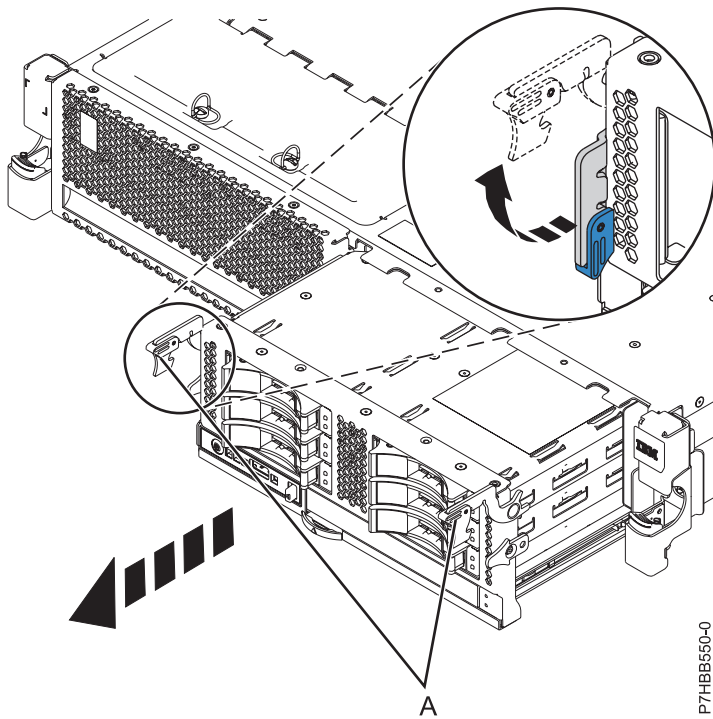
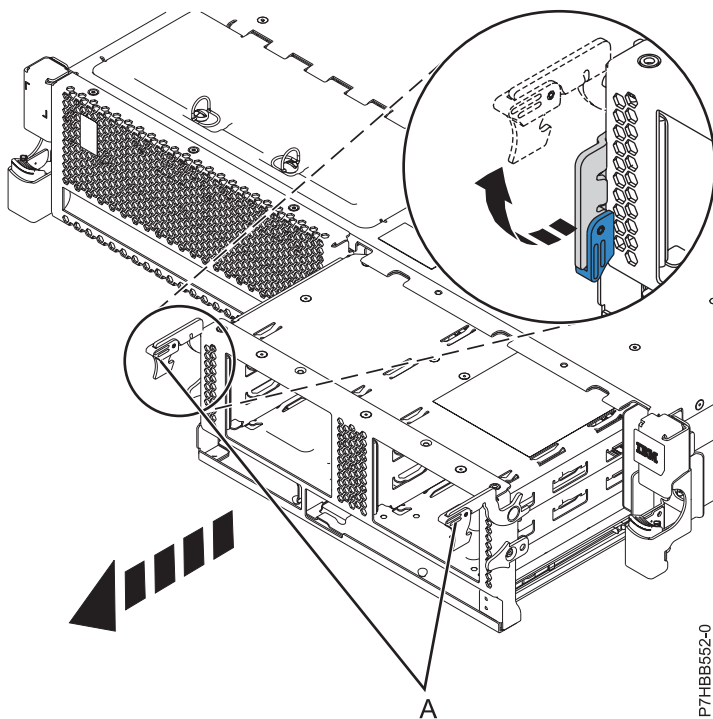

Figure 6. Retrait du fond de panier comportant des unités de disque
Figure 7. Retrait du fond de panier ne comportant pas d'unités de disque
13. Déverrouillez le fond de panier de l'unité de disques en tirant les poignées (A) afin de les mettre en position ouverte, au centre du fond de panier, comme indiqué dans la figure 6, à la page 8 et la figure 7, à la page 8.